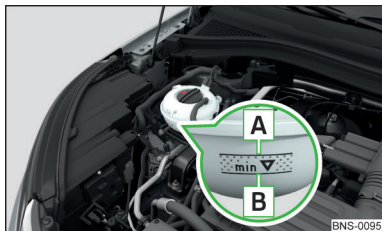

Fig. 333
Vérifier le niveau du liquide de refroidissement - Le niveau du liquide de refroidissement doit être compris entre les repères **A** et **B** » fig. 333. Si le niveau de liquide de refroidissement se situe sous le marquage **B**, remplissez de liquide de refroidissement.
Les **spécifications** du liquide de refroidissement sont mentionnées sur l'emballage du liquide de refroidissement » fig. 333.
- Ne versez pas le liquide de refroidissement au-delà de la marque **A** » fig. 333. En cas de réchauffement, le liquide de refroidissement pourrait être pressé hors du système de refroidissement - risque d'endommagement des pièces du moteur.